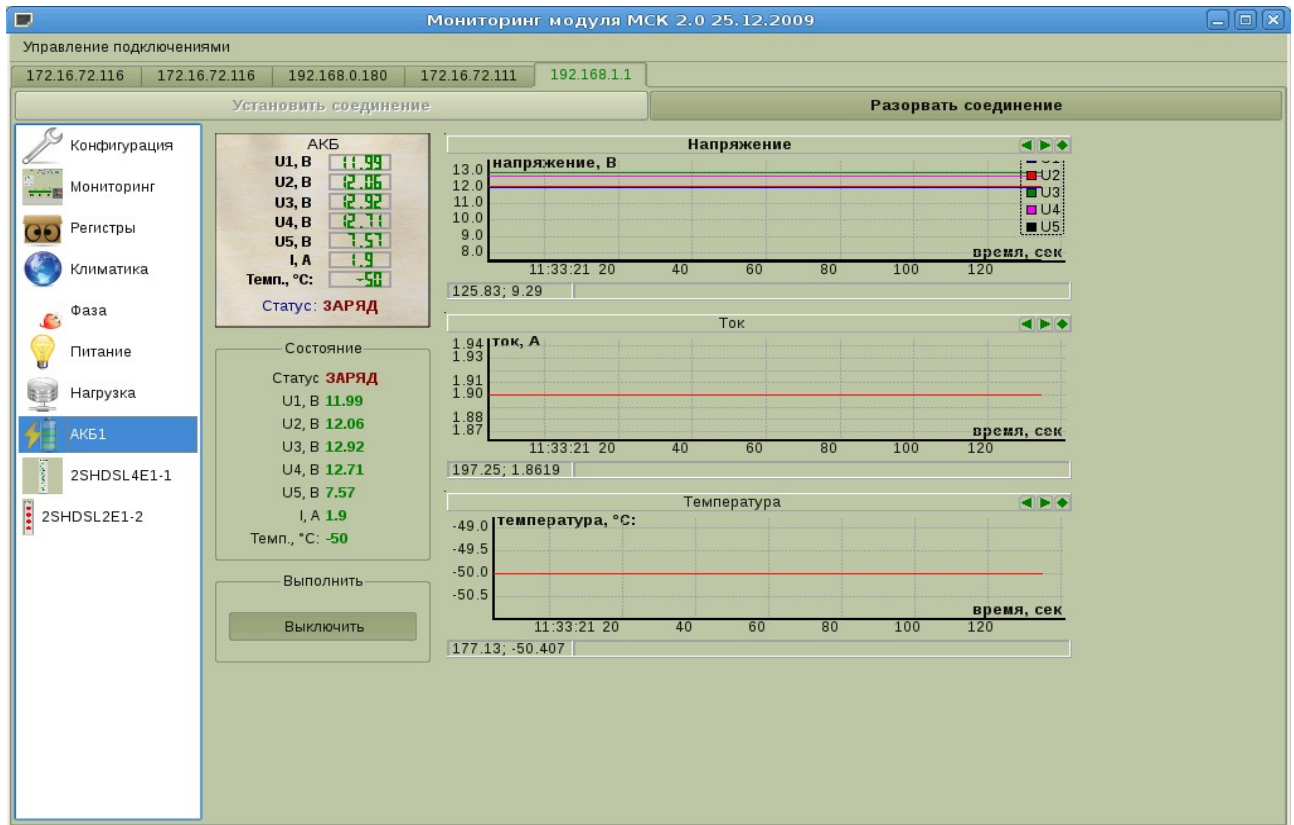

Рисунок 27: АКБ
В разделе «АКБ» (Рис.27) расположена табличка на которой указаны: напряжения на каждом из 5 (4) ее элементов, ток батареи («+» - это заряд, «-» - это разряд), температура АКБ, а также «Статус»: «ЗАРЯД», «РАЗРЯД» или «ОТКЛЮЧЕНА».